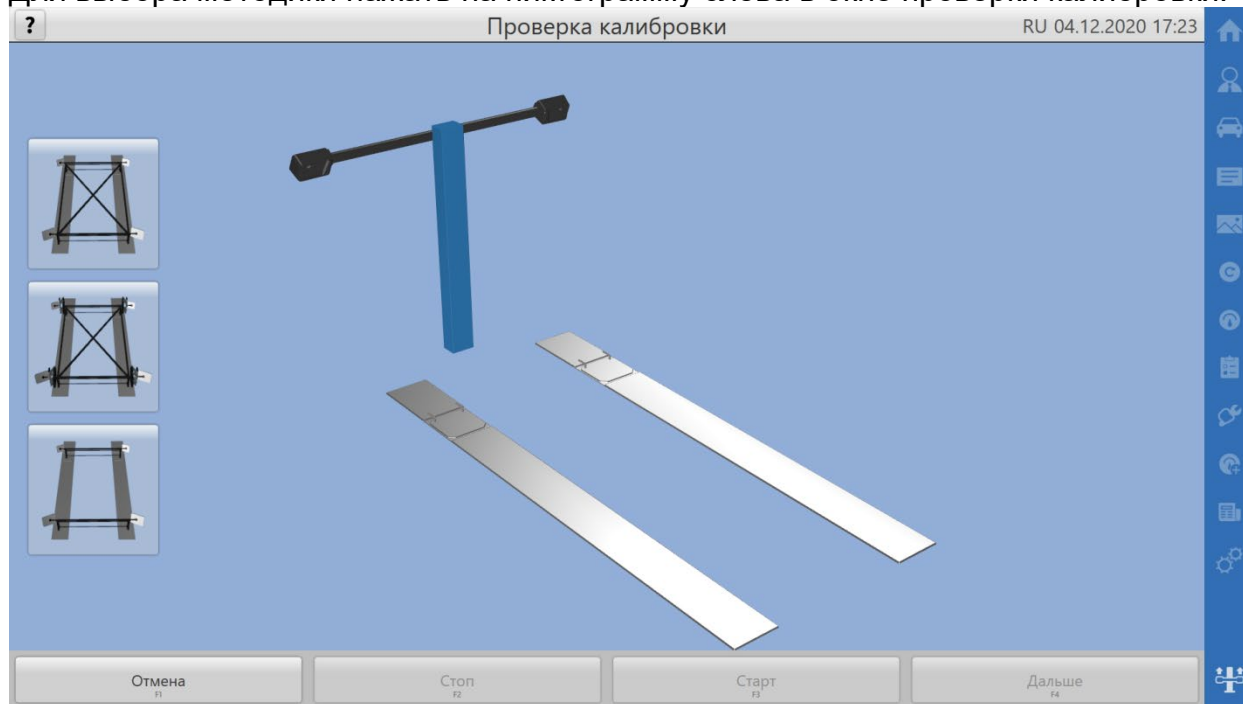

Рисунок 8.4.1 – Окно проверки калибровки
- проверка калибровки ISO-рамой без захватов, рисунок 8.4.1;